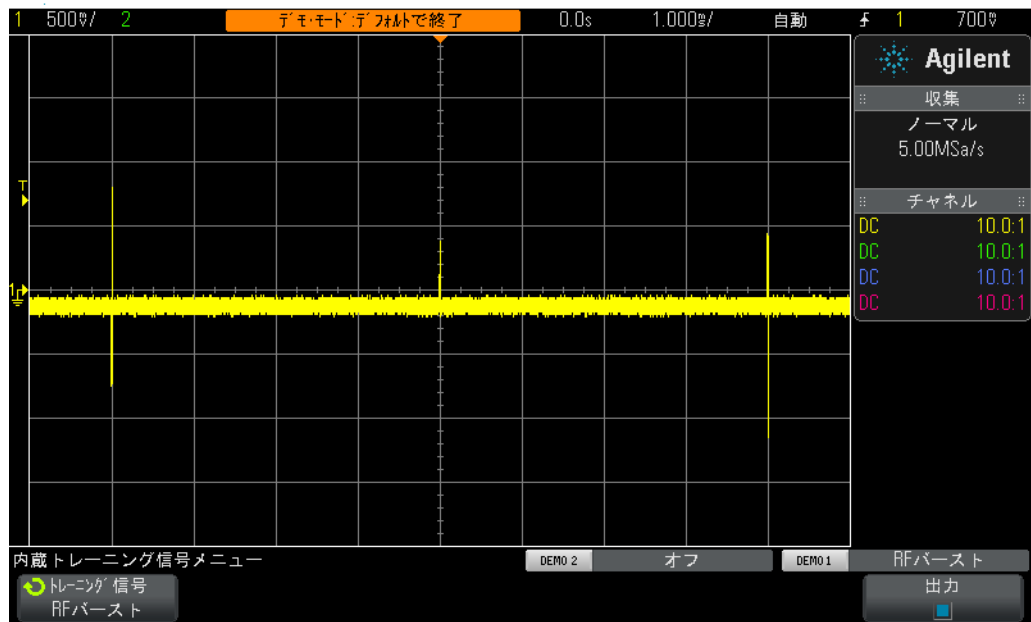

図47 より低速のタイムベース設定を使用した複数のRFバースト波形の捕捉
4.0 ms間隔で発生する複数のRFバーストを捕捉しようとするれば、オシロスコープはアンダーサンプリングになり、振幅が変動した波形表示になります (図47を参照)。これもまた、限られた容量の捕捉メモリを使ってより長いタイム・スパンを捕捉するために、オシロスコープがサンプリング・レートを自動的に下げるためです (3000 Xシリーズ オシロスコープの方が2000 Xシリーズ オシロスコープより多くのメモリ容量を備えています)。次に、このアンダーサンプリングされたデータをズームインして、拡大表示します。
オシロスコープのピーク検出モードを使用すれば、より低速のタイムベース設定で捕捉したときに (図47)、各バーストのピーク振幅をより正確に測定できますが、保存されているトレースをズームインすると、波形がいまだにアンダーサンプリングされていることが分かります。もう1つの解決策は、さらに大容量のメモリを備えたオシロスコープを購入することです。しかし、このソリューションには多額の費用がかかります。次に、オシロスコープのセグメント・メモリ・モードを使用して、複数のバーストを高分解能で捕捉します。